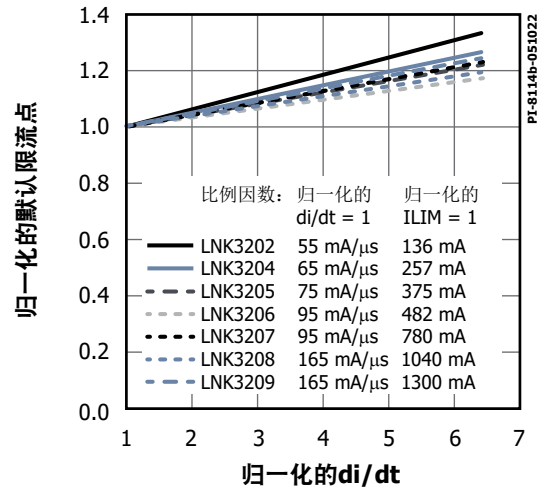

图21. 默认电流限流点相对于di/dt的变化
- D. 关于其他 di/dt 值时的电流限流点请参考图21和22。